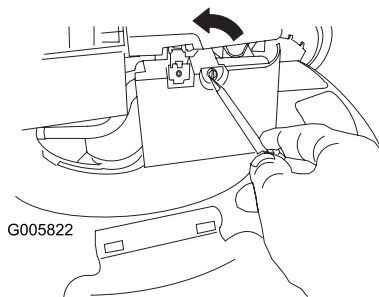

Bild 37
1. Öffnen Sie die Luftfilterabdeckung mit einem Schraubenzieher (Bild 37).